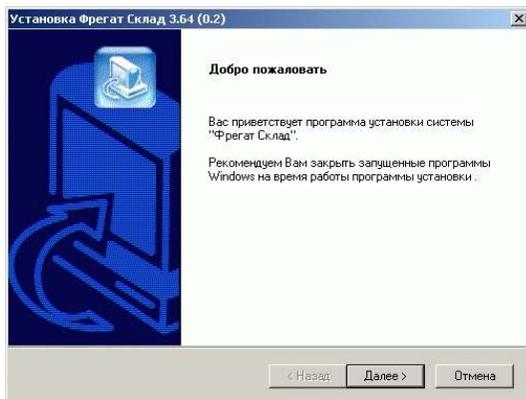

Рис. 1.1. Приглашение к инсталляции
- ▶ Выбрать на дистрибутиве файл setup.exe и запустить его на выполнение. На экране отобразится процесс подготовки к инсталляции и затем появится приглашение начать инсталляцию программы (см. Рис. 1.1).